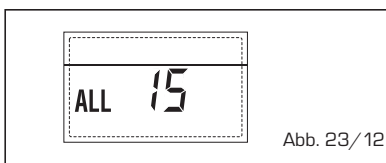

Abb. 23/12
- STÖRUNG AUßENTEMPERATURSONDE "BLINKEND" (Abb. 23/13)